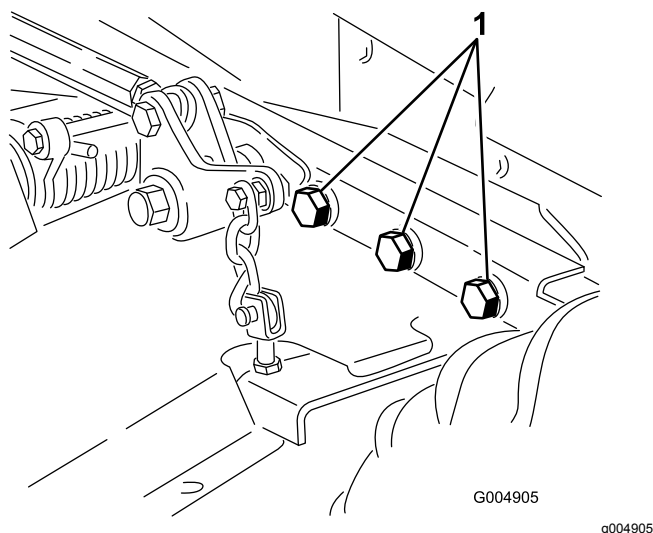

Figura 101
4. Verifique todos os dispositivos de fixação para ver se estão soltos e aperte-os conforme necessário. Aperte especialmente os 6 parafusos que prendem a estrutura da plataforma do cortador à unidade de tração (Figura 101) com 359 N·m.